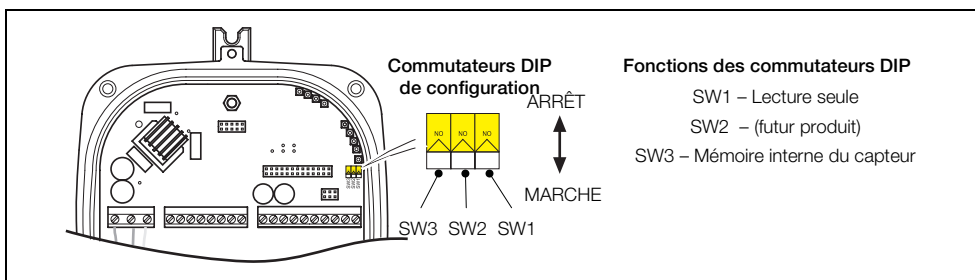

Fig. 4.19 Commutateurs DIP de configuration
4. Pour les installations haute sécurité, placez le commutateur DIP SW1 en position de marche (Lecture seule) - voir Fig. 4.19, page 29.
5. Alignez le cache du transmetteur avec le boîtier et serrez avec soin les quatre vis du cache (C).
6. Pour les installations haute sécurité, placez des dispositifs de plombage inviolables sur le dispositif de sécurité (D).
Remarque. Si cet écran s'affiche sur un transmetteur intégré, vérifiez que le commutateur DIP SW3 est en position de marche (voir figure 4.19, page 30).
Pour corriger ce problème, placez le commutateur DIP SW3 en position d'arrêt (reportez-vous à la figure 4.19, page 30).